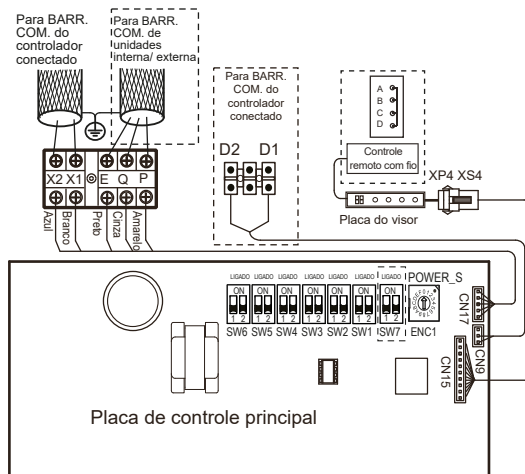

Figura 34
- As portas X1/X2, D1/D2 nas laterais da placa de controle principal e a porta de comunicação unidirecional (lado da placa do visor) são para diferentes tipos de controladores conectados (consulte a Figura 34).